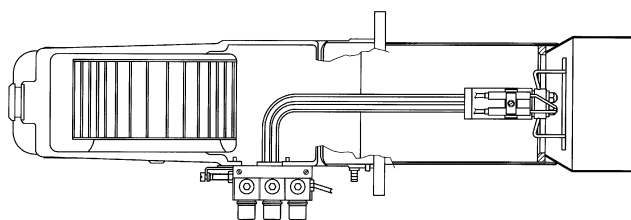
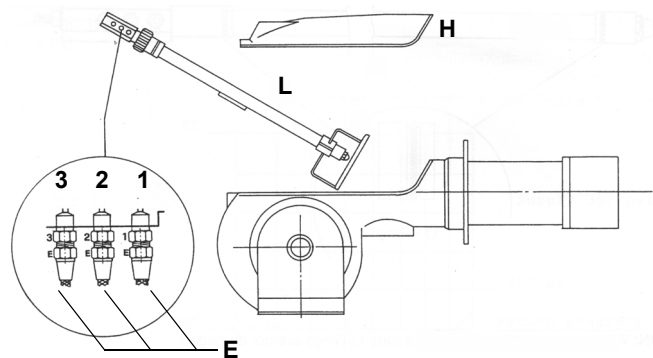

Fig. 21
Fig. 22
- Svitare i connettori nafta E (Fig. 21) che fissano i flessibili nafta alla lancia L e rimuovere il gruppo completo come mostrato in e Fig. 22.